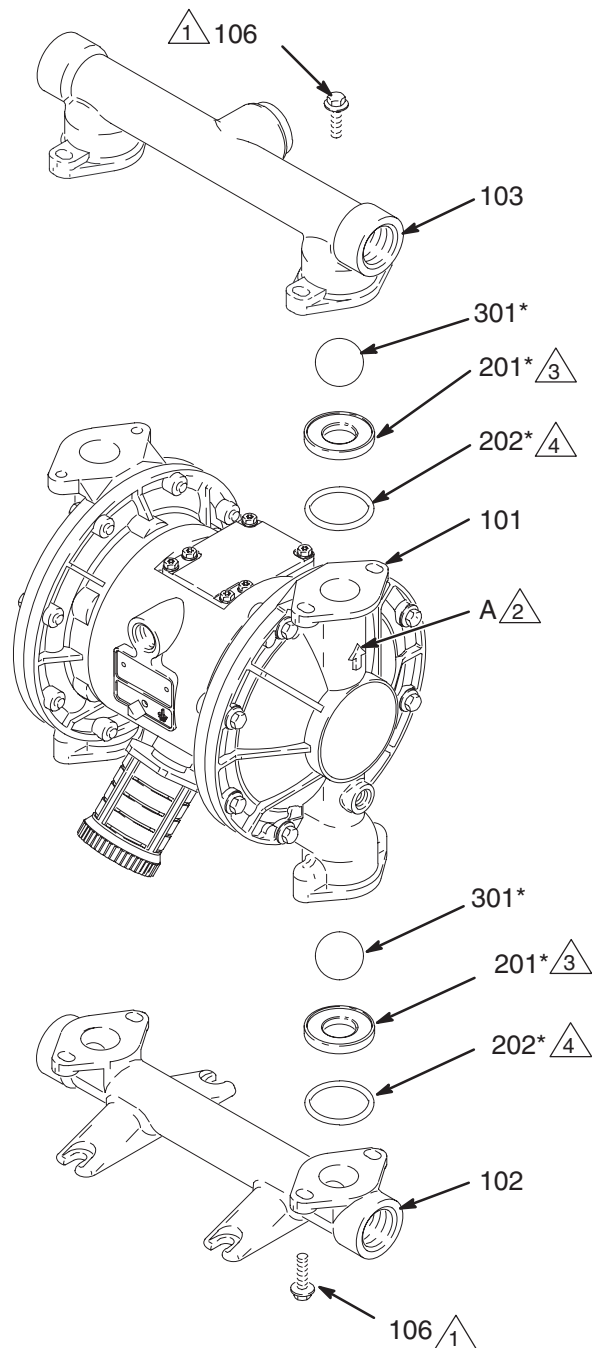

Fig. 12
3. Skruva med en 10 mm hylsnyckel bort de fyra bultarna (106) och muttrarna, (114, *finns endast på rostfria pumpar*), som håller fast utloppsgrenröret (103) på vätskelocken (101). Se Fig. 12.
4. Ta bort o-ringarna (202, *finns inte på en del modeller*), säten (201), och kulor (301) från grenröret (103).
5. Vänd på pumpen och skruva bort intagsgrenröret (102). Ta bort o-ringarna (202, *finns inte på en del modeller*), säten (201), och kulor (301) från vätskelocken (101).
2. Sätt samman i omvänd ordning enligt anvisningarna i Fig. 12. Montera kulventilerna **exakt** som i figuren. Pilarna (A) på vätskelocken (101) **måste** peka mot utloppsgrenröret (103).
- 2 Pilen (A) måste peka mot utloppsgrenröret (103).
- 3 Fasade kanten på sätet måste vända mot kulan (301).